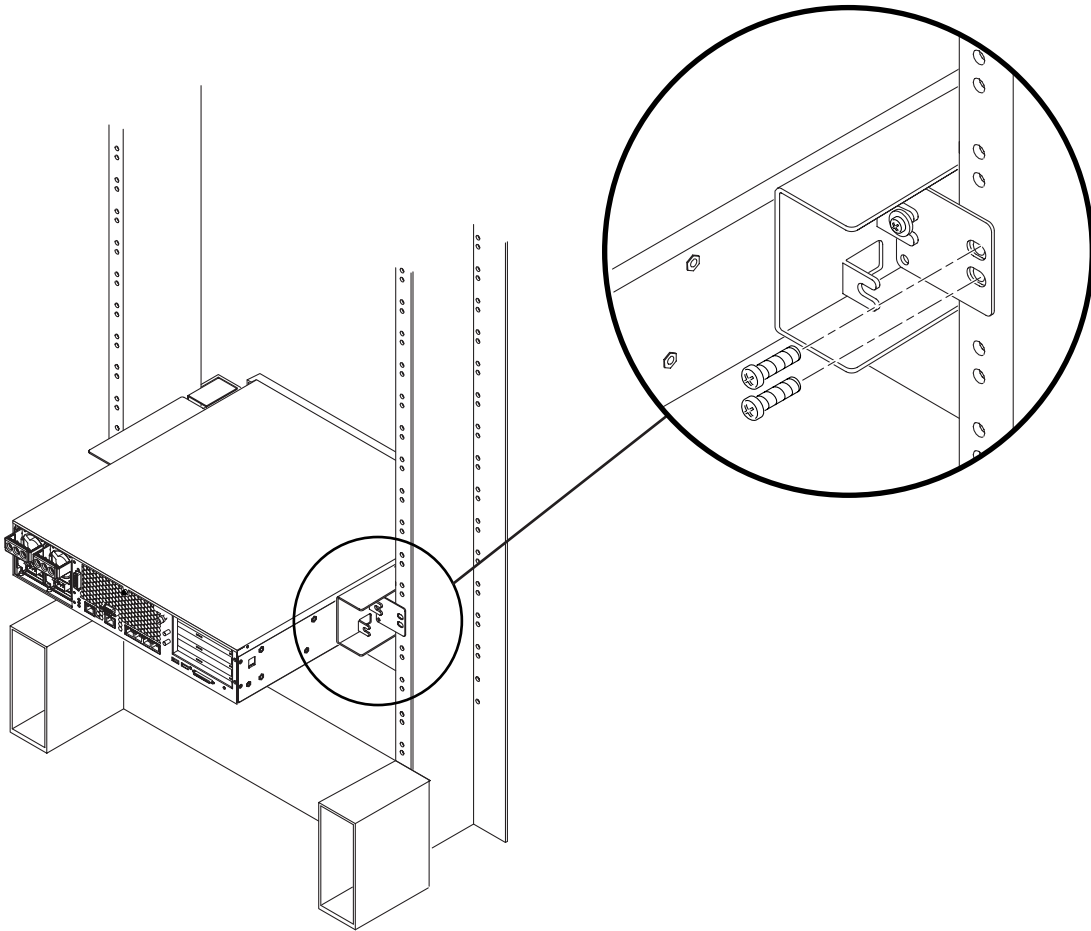

ABBILDUNG 3-29 Befestigen des Rückenblechs am Seitenwinkel
d. Befestigen Sie die andere Seite des Rückenblechs mit zwei Schrauben an der Rückseite der Stütze (ABBILDUNG 3-29).